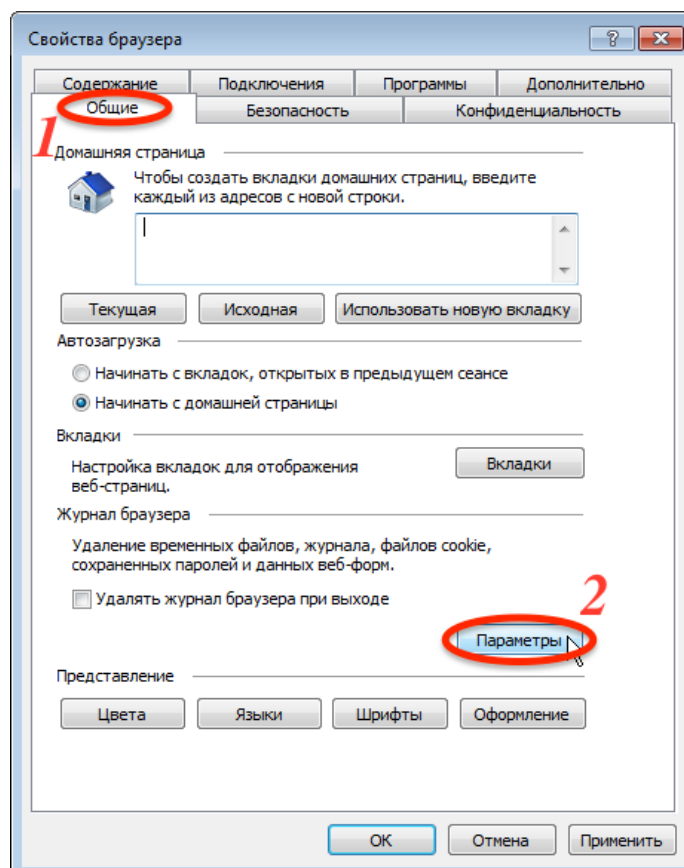

Рис. 4-2 – Окно «Свойства браузера»
2) В открывшемся окне «Свойства браузера» (рис. 4-2) на вкладке «Общие» нажать кнопку «Параметры».